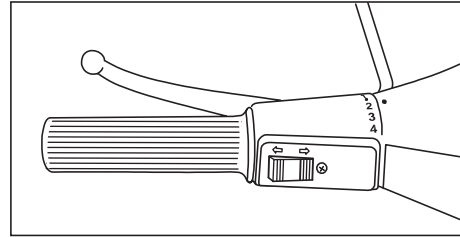

Abb. 22
2.2 Linke Lenkerseite (Abb. 22).